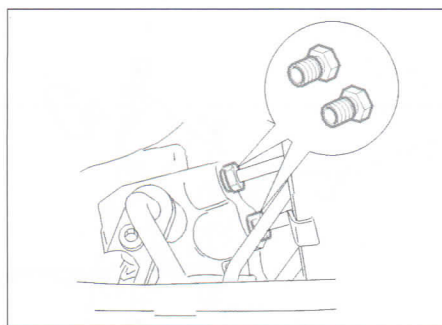

FIG. 14
- Aflojar los racores de las tuberías de alimentación del cilindro hidráulico de asistencia sobre la válvula distribuidora y separarlas (**fig. 14**).
- Desmontar los tapones de la válvula distribuidora y montar las tuberías de alimentación del cilindro hidráulico con juntas tóricas nuevas (**fig. 14**).